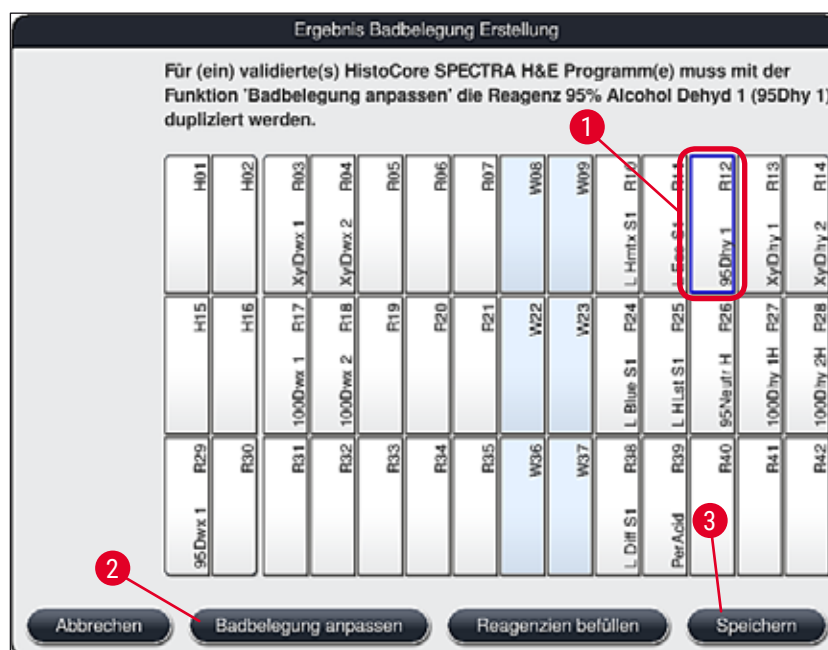

Abb. 52
- Nachdem von der Software die Badbelegung anhand der priorisierten Programme errechnet wurde, erhält der Benutzer eine Übersicht des Ergebnisses auf dem Bildschirm angezeigt (→ "Abb. 52").
- Wurden keine Leica-Programme in die Badbelegung integriert, weicht die Darstellung der (→ "Abb. 52") von der gezeigten ab (ohne Abbildung). In diesem Fall können die Reagenzien, wie in (→ S. 81 – Einfüllen der Reagenzien) beschrieben, eingefüllt werden.